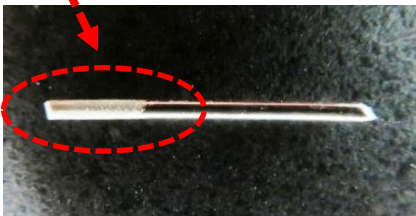

図 13 電極
- ③ 上部の穴から電極を銀塩化銀が塗られた側から挿入します。(図 13)